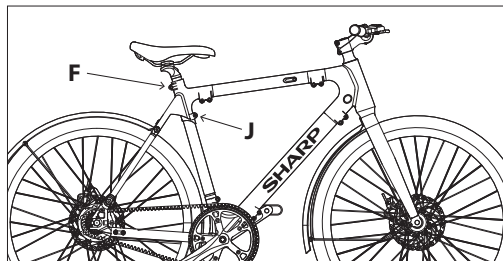

Figure 3-1
- Desserrer les boulons **F** et **J** dans le sens inverse des aiguilles d'une montre à l'aide d'une clé Allen de 5 mm, insérez la tige de selle dans le cadre, comme indiqué dans la **Figure 3-1**.